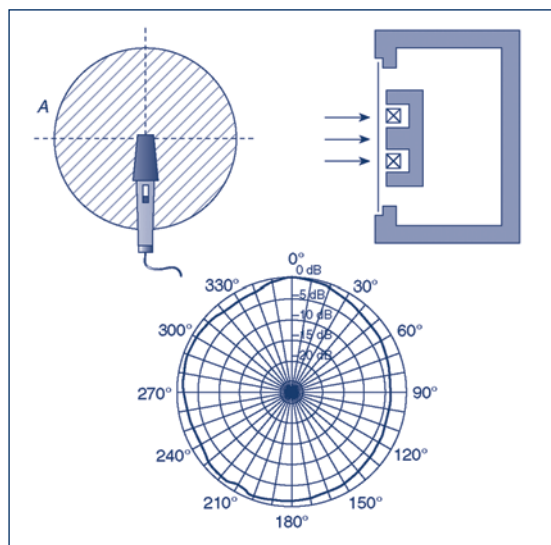

Fig. 1.21. Micrófono omnidireccional
- Micrófono de presión omnidireccional.** Este micrófono posee una envoltura completamente cerrada y los sonidos chocan contra la membrana de forma frontal. La deformación de la membrana es proporcional a la presión instantánea del aire que la envuelve, debido a los sonidos que se generan, en cualquier dirección del espacio, alrededor del micrófono (Fig. 1.21).